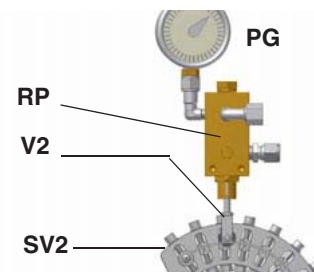

Рис. 24
- 10 для получения максимального расхода дизельного топлива регулировать давление (считывая значения на манометре PG), не изменяя при этом, уже отрегулированный, во время настройки работы на газе, расход воздуха (см. предыдущий параграф): все время проверяя параметры продуктов сгорания, воздействовать на винт варьируемого сектора, соответствующий жидкому топливу **SV2** (см. Рис. 24), но по достижении положения большого пламени.